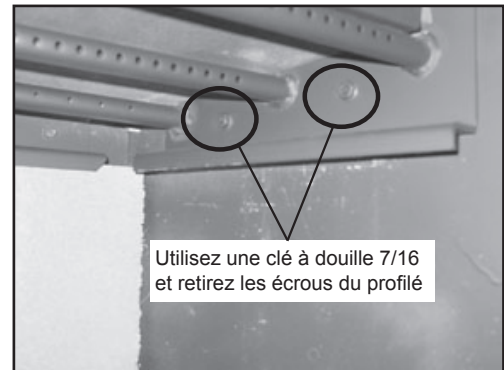

Figure 24.3
3. Enlevez les 2 écrous et boulons du canal se trouvant dans la chambre au moyen d'une clé à douilles de 7/16 pour les écrous et une clé à douilles de 3/8 pour les boulons (**Figure 24.3**).